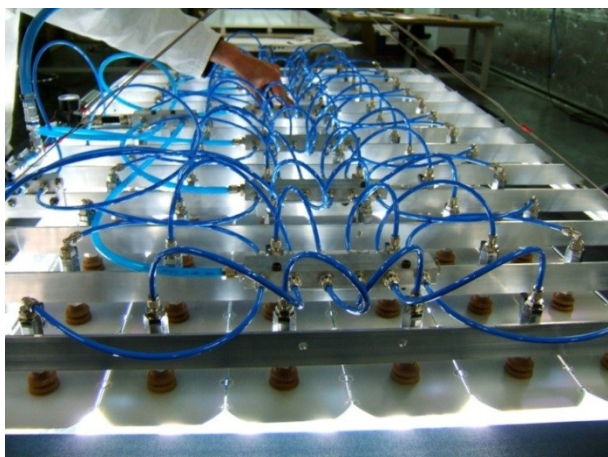

Figure 7 : Test en circuit ouvert avant encapsulation
- Contrôler la qualité de la cellule (contrôle qualité fournisseur, flash test - Fig.7)